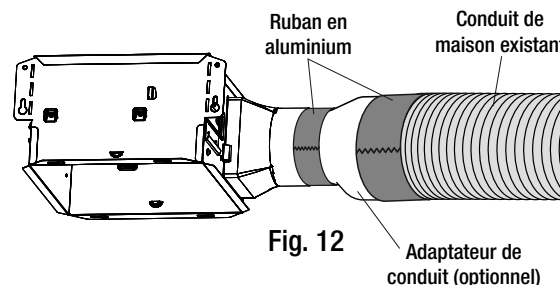

Fig. 12
- Lorsqu'un raccord de conduit flexible ou un adaptateur de conduit est utilisé, placer le ruban en aluminium à chaque extrémité pour fixer le raccord ou l'adaptateur au conduit existant et au clapet du ventilateur. Voir la figure 12.